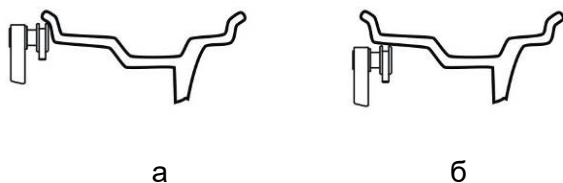

Рисунок 5.2 – Подвод линейки при первом измерении
*Выполнить первое измерение. Для этого подвести первую линейку к месту установки левого груза, рисунок 5.2. На экране появится изображение, показанное на рисунке 5.3. Дождаться звукового сигнала.*